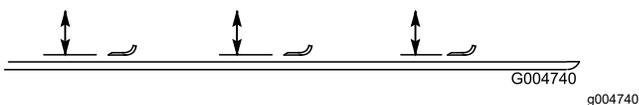

Figura 97
2. Gire la cuchilla hasta que los extremos estén orientados hacia adelante y hacia atrás, y mida desde el interior de la unidad de corte al filo de corte en la parte delantera de la cuchilla (Figura 97).